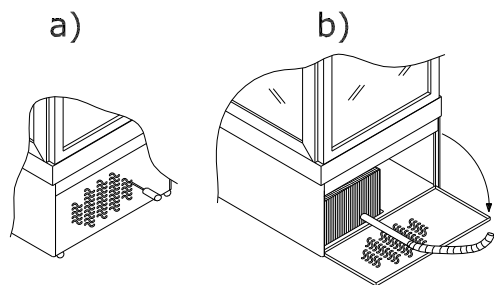

fig. 4.1
El condensador tiene que ser limpiado luego periódicamente utilizando un normal pincel seco o mejor una aspiradora. (Fig. 4.1 - b).
Para poder acceder al condensador actuar a palanca, con un destornillador (Fig. 4.1 - a), en uno de los trozos puestos sobre la parrilla anterior del zueco, o bien remover las vides que paran la parrilla, luego abrir la misma girando sobre los goznes que la vinculan al telar de la máquina, en el sentido de la flecha le representado en Fig. 4.1 - b.
1. Apagar el interruptor general (B).
3. Abrir la puerta inferior pequeña (ver 'Mantenimiento' Fig. 4.1).